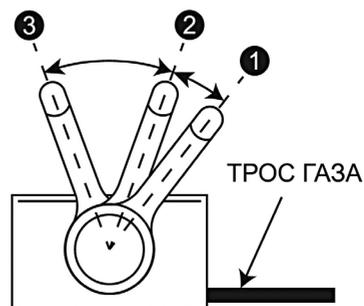

Рис. 16 Положения рычага газа
- Для запуска холодного двигателя откройте воздушную заслонку карбюратора, для этого переведите рычаг газа 6 (Рис. 1) в положение «1» (Рис. 16). Для запуска прогретого двигателя переведите рычаг газа на 1/3 хода из положения 3 в сторону положения 2 (Рис. 16).
- Рычагом газа переведите двигатель в режим холостого хода (переведите рычаг газа в положение 3 (холостых оборотов) (Рис. 16)
Скашивание необходимо производить только на максимальных оборотах двигателя (рычаг газа в положении 2 (Рис. 16)). Уменьшение оборотов двигателя для снижения скорости движения газонокосилки допускается только на короткое, непродолжительное время. Постоянная работа двигателя газонокосилки на средних и холостых оборотах с целью уменьшения скорости движения газонокосилки (или возможной экономии топлива) запрещается. В противном случае, это приведет к